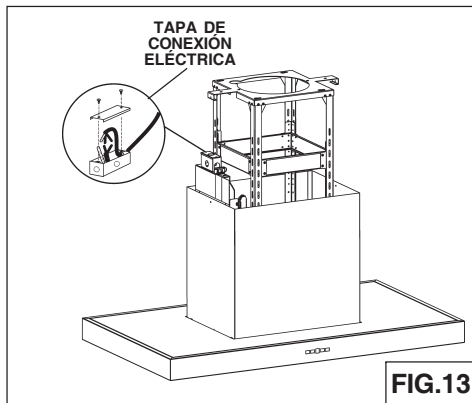

FIG.13
1. Quite la **tapa de la caja de conexión eléctrica** y saque un cable (Fig.13).